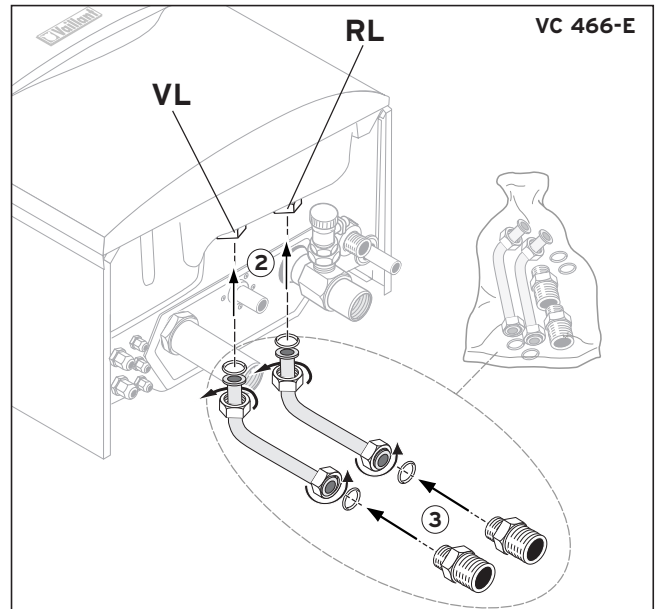

Fig. 3 : Installer les tuyaux de raccord au ballon et les réducteurs
- Installer les deux tuyaux de raccord au ballon (départ et retour) sans oublier les joints correspondants (Fig. 3).
- Installer un réducteur muni d'un joint (R 3/4 - R1) aux trajets de départ et de retour au ballon (Fig. 3).
Le paquet de la Fig. 3 fait partie du matériel supplémentaire accompagnant l'appareil.
- Fixer les deux tuyaux ondulés au moyen de l'écrou raccord Rp 1" aux trajets de départ et de retour de l'appareil (v. Fig. 3, page 4).